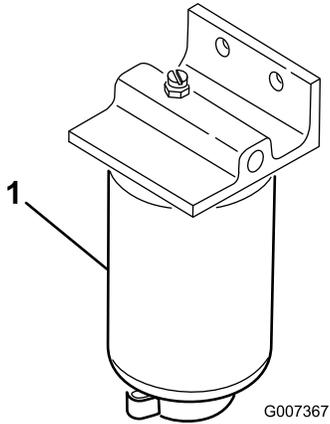

Figura 64
1. Mettete un contenitore pulito sotto il filtro del carburante (Figura 64).